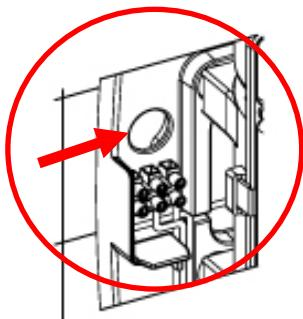

Рисунок 5.
- Пропустить питающие кабели электросети через отверстие диаметром 22 мм. (0,87"), которое расположено над колодкой подключения аппарата (Рисунок 5).
Некоторые модели сушилок 'Dualflow Plus' имеют внутреннее нагревательное устройство, которое можно включить с помощью выключателя (Рис. 5)"